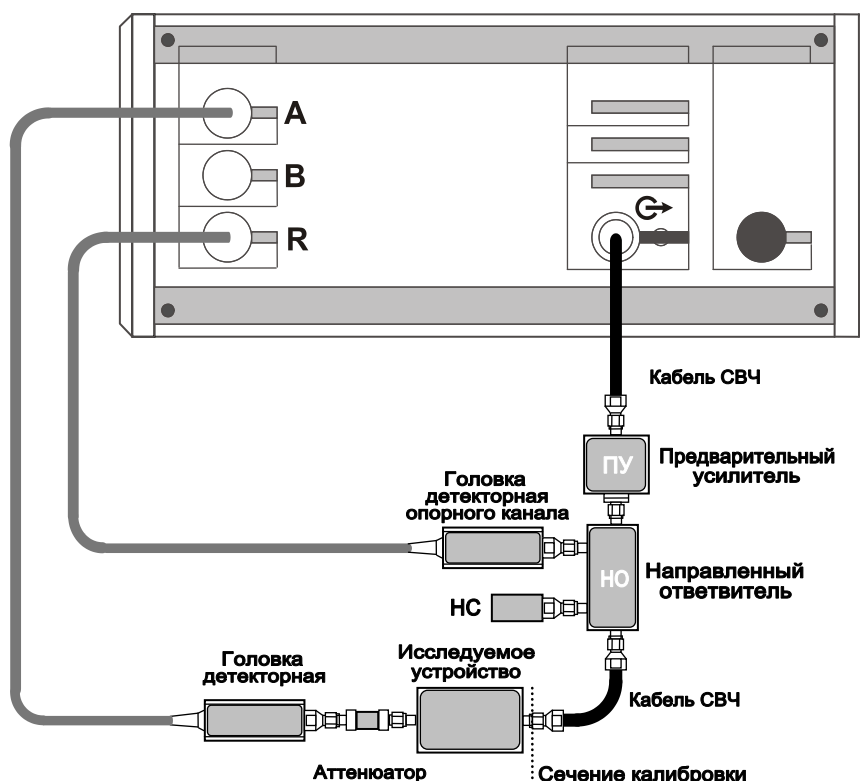

Рисунок 4.11 – Схема измерений мощных усилителей
- исследование характеристик мощных усилителей, в схемах, где требуется применять предусилитель, коэффициент усиления которого может изменяться с течением времени (рисунок 4.11).